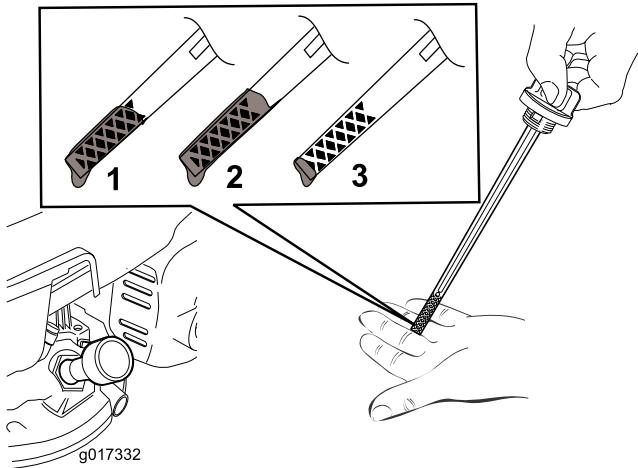

図 11
5. オイルの量の確認方法は 図 11を参照。
- 注** ディップスティックで量を確認しながら図 11 に示される適正量までオイルを入れる。オイルを入れすぎてしまった場合には、「エンジンオイルの交換」の項に従って余分なオイルを抜き取ってください。